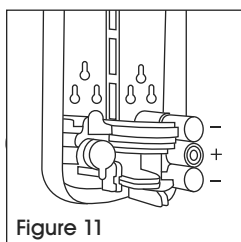

Figure 11
3. Utilisez trois piles alcalines C de bonne qualité (non comprises). (Voir Figure 11)